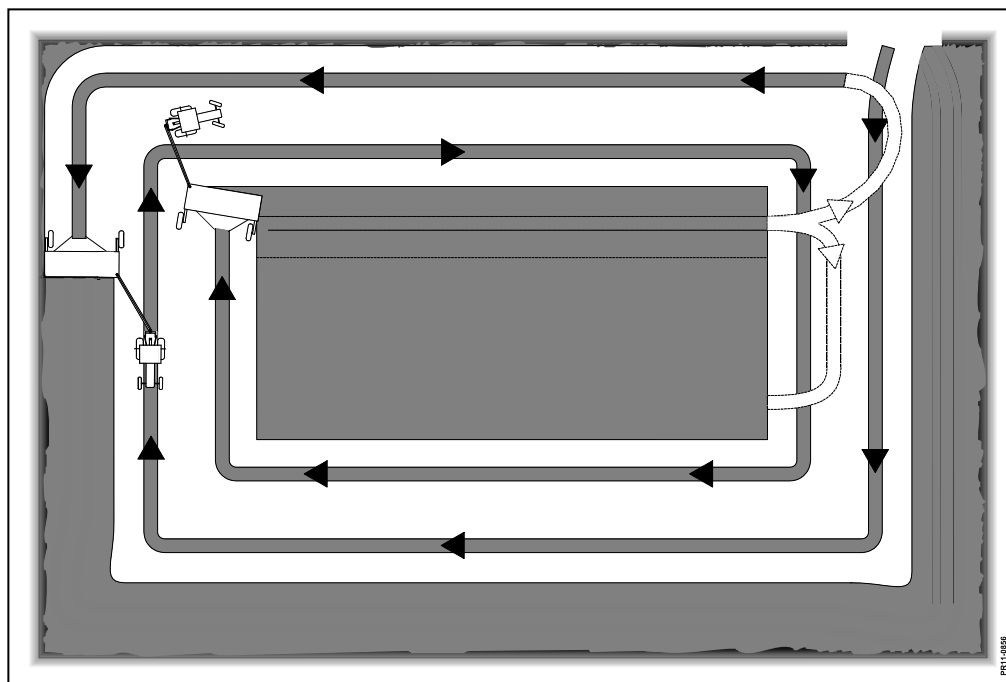

Fig. 3-2
**Fig. 3-2** Mettre la machine en position travail. Dans cette position, faire quelques tours dans le sens des aiguilles d'une montre afin de dégager un espace pour tourner en bout de champ. La préparation de la fourrière est achevée avec la confection d'un andain à la périphérie du champ en tournant dans le sens inverse des aiguilles d'une montre. Maintenant le champ est prêt pour être récolté d'un seul tenant ou en plusieurs pièces selon le besoin. La vitesse peut varier entre 6 et 19 km/h selon la récolte et les conditions de travail.